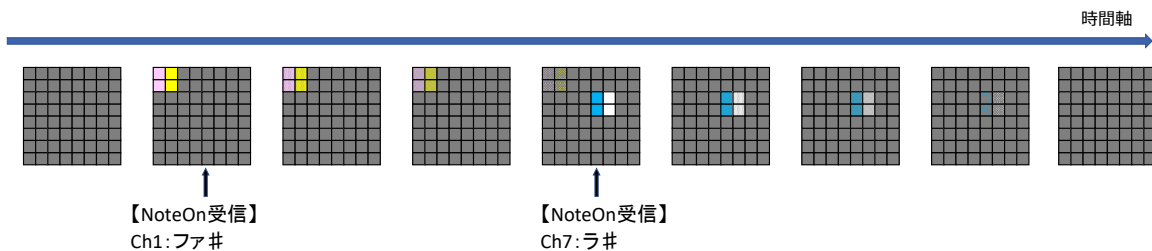

図 1-10 表示例(全 MIDI チャンネル同時表示モード)
- 図 1-10 に示すとおり、NoteOn(打鍵)メッセージを受信するごとに、MIDI チャンネルごとに割り当てたマトリクスのブロックに対して、音階ごとに割り当てた色を明るく表示し、徐々に暗くしていきます。